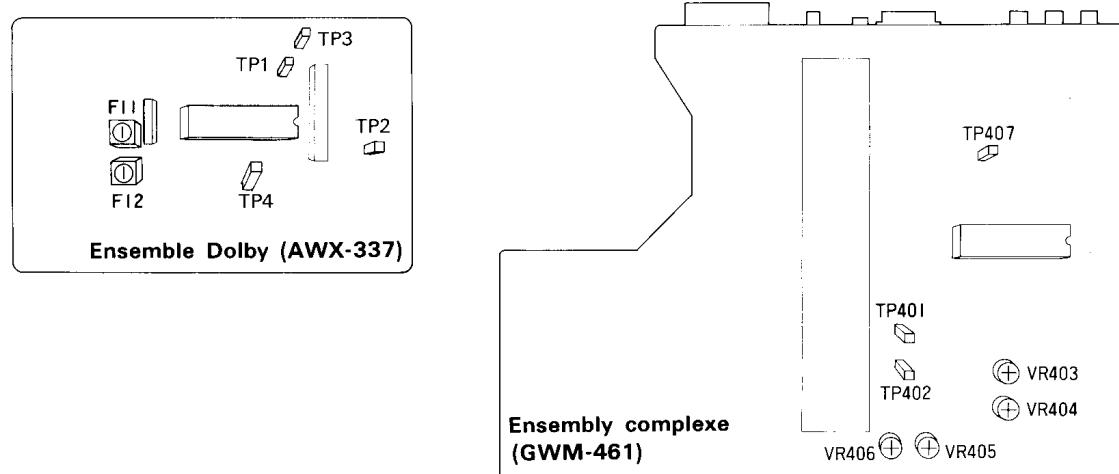

Fig. 13-1 Réglage de la vitesse de défilement
- STD-331B : Réglage de lecture (See Fig. 13-1)